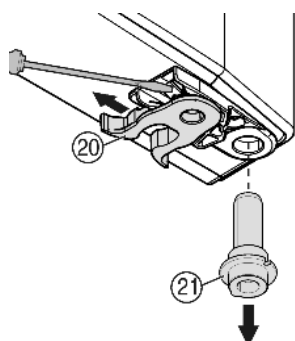

Fig. 8
- ▶ Spostare il morsetto a molla Fig. 8 (20): Premere verso il basso il dentino antisfilamento, estrarre il morsetto a molla tirando verso l'alto.
- ▶ Estrarre il perno di supporto Fig. 8 (21) dalla boccola porta e inserire con il disco nella parte opposta. Il dentino antisfilamento deve essere rivolto verso il lato interno della porta, la tacca verso il lato esterno.
- ▶ Orientare la porta in basso verso l'interno e inserire il perno di supporto Fig. 8 (21) nel blocco di supporto. Eventualmente ruotare il perno di supporto, in modo che possa innestarsi in posizione.